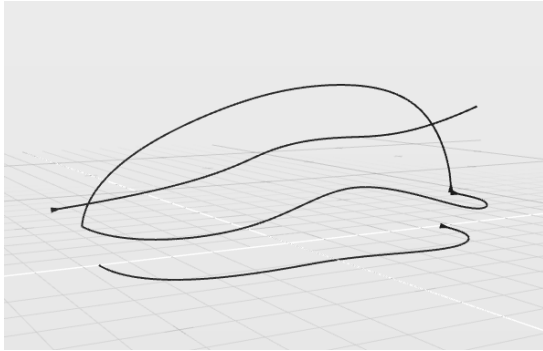

图 5-173 打开练习文件
03、曲线 04)，如图 5-173 所示。本练习将从这 4 条曲线开始构建。由于目前用不到“曲线 03”和“曲线 04”，因此在全局浏览器中将它们选中，按〈H〉键暂时将它们隐藏。